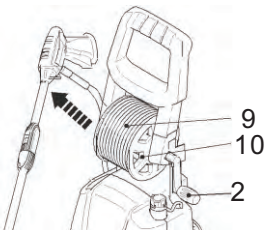

Fig. 22
- > Tirez sur le tuyau pour le dérouler de l'enrouleur (10) (Fig. 22).